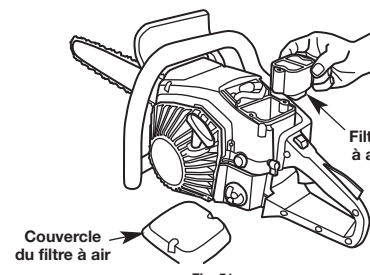

Fig. 51
1. Retirez le couvercle du filtre à air en desserrant les vis de fixation du couvercle (Fig. 51). Le couvercle se soulèvera.